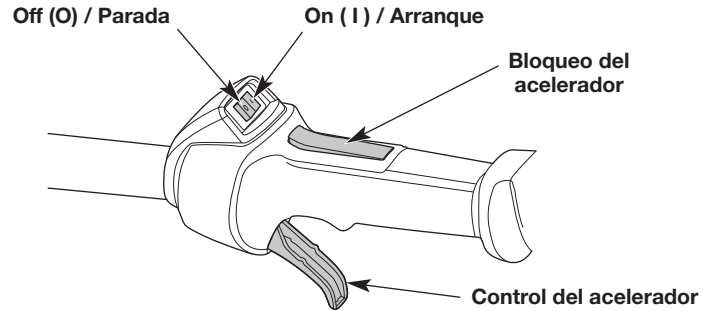
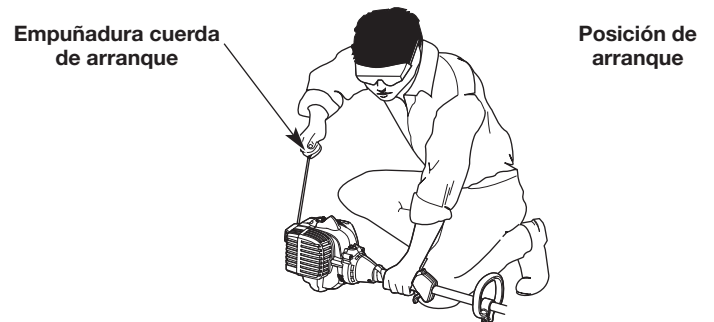

Fig. 6
Fig. 9
ADVERTENCIA: Se debe evitar arrancar accidentalmente la unidad. A fin de evitar que se produzcan lesiones graves, el operador y la unidad deben estar en una posición estable cuando se jala la cuerda de arranque (Fig. 9).
- NOTA:** No es necesario encender la unidad. El interruptor de encendido/apagado está en la posición ON (I) (encendido) en todo momento (Fig. 6).
5. Agacharse en la posición de arranque (Fig. 9).
6. **NO** apriete el control del acelerador (Fig. 6). Tire de la cuerda de arranque con un movimiento controlado y firme hasta que arranque la unidad (Fig. 9).
7. Funcione en vacío el motor durante 5 a 10 segundos. Si la unidad se detiene durante ese período, oprima el bloqueo del acelerador, apriete el control del acelerador y tire de la cuerda de arranque con un movimiento controlado y firme hasta que la unidad se ponga en marcha (Fig. 6).
8. Oprima el bloqueo del acelerador y apriete el control del acelerador (Fig. 6). Deje que el motor se caliente durante 30 a 60 segundos.
2. Oprima y mantenga apretado el interruptor de encendido/apagado en la posición OFF (O) (apagado) hasta que el motor se pare por completo (Fig. 6).
NOTA: No es necesario encender la unidad. El interruptor de encendido/apagado está en la posición ON (I) (encendido) en todo momento (Fig. 6).
7. **NO** apriete el control del acelerador (Fig. 6). Haga funcionar el accesorio de arranque eléctrico en intervalos de no más de 2 segundos cada vez hasta que arranque la unidad.
8. Funcione en vacío el motor durante 5 a 10 segundos. Si la unidad se detiene durante ese período, oprima el bloqueo del acelerador, apriete el control del acelerador y accione el accesorio de arranque eléctrico en intervalos de no más de 2 segundos cada uno hasta que la unidad se ponga en marcha (Fig. 6).
10. Oprima el bloqueo del acelerador y apriete el control del acelerador (Fig. 6). Deje que el motor se caliente durante 30 a 60 segundos.